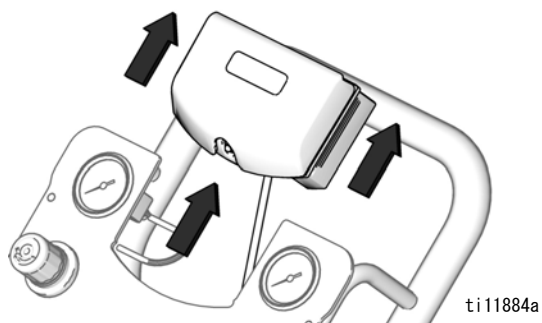

図 12. DataTrak の取り外し
3. ブラケットから DataTrak モジュールを取り外します。図 12 を参照してください。非危険区域にモジュールと接続されているケーブルを運びます。